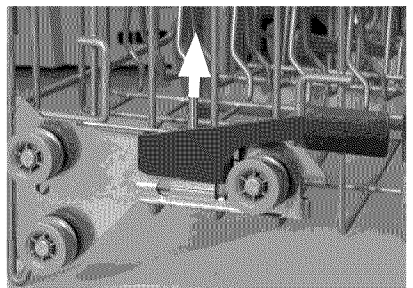

Figure 5
2. Presser les poignées de réglage de hauteur automatique vers l'intérieur, figure 5, et laisser la panier tomber.